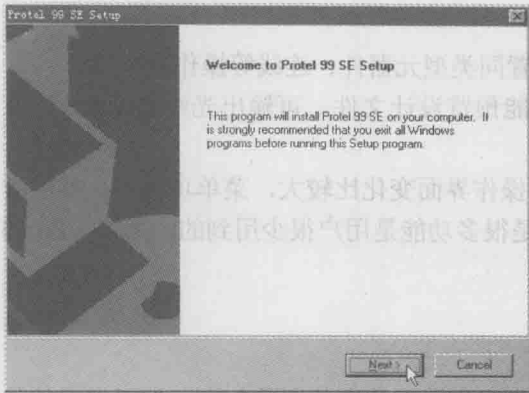

图 1-1 安装对话框
1) 将 Protel 99 SE 安装光盘放入光驱, 系统会自动运行安装向导程序, 也可以打开光盘文件找到 Protel 99 SE 文件夹中的 Setup.exe 文件, 在该文件图标上双击, 运行此文件, 进入安装程序, 系统弹出如图 1-1 所示的安装对话框。